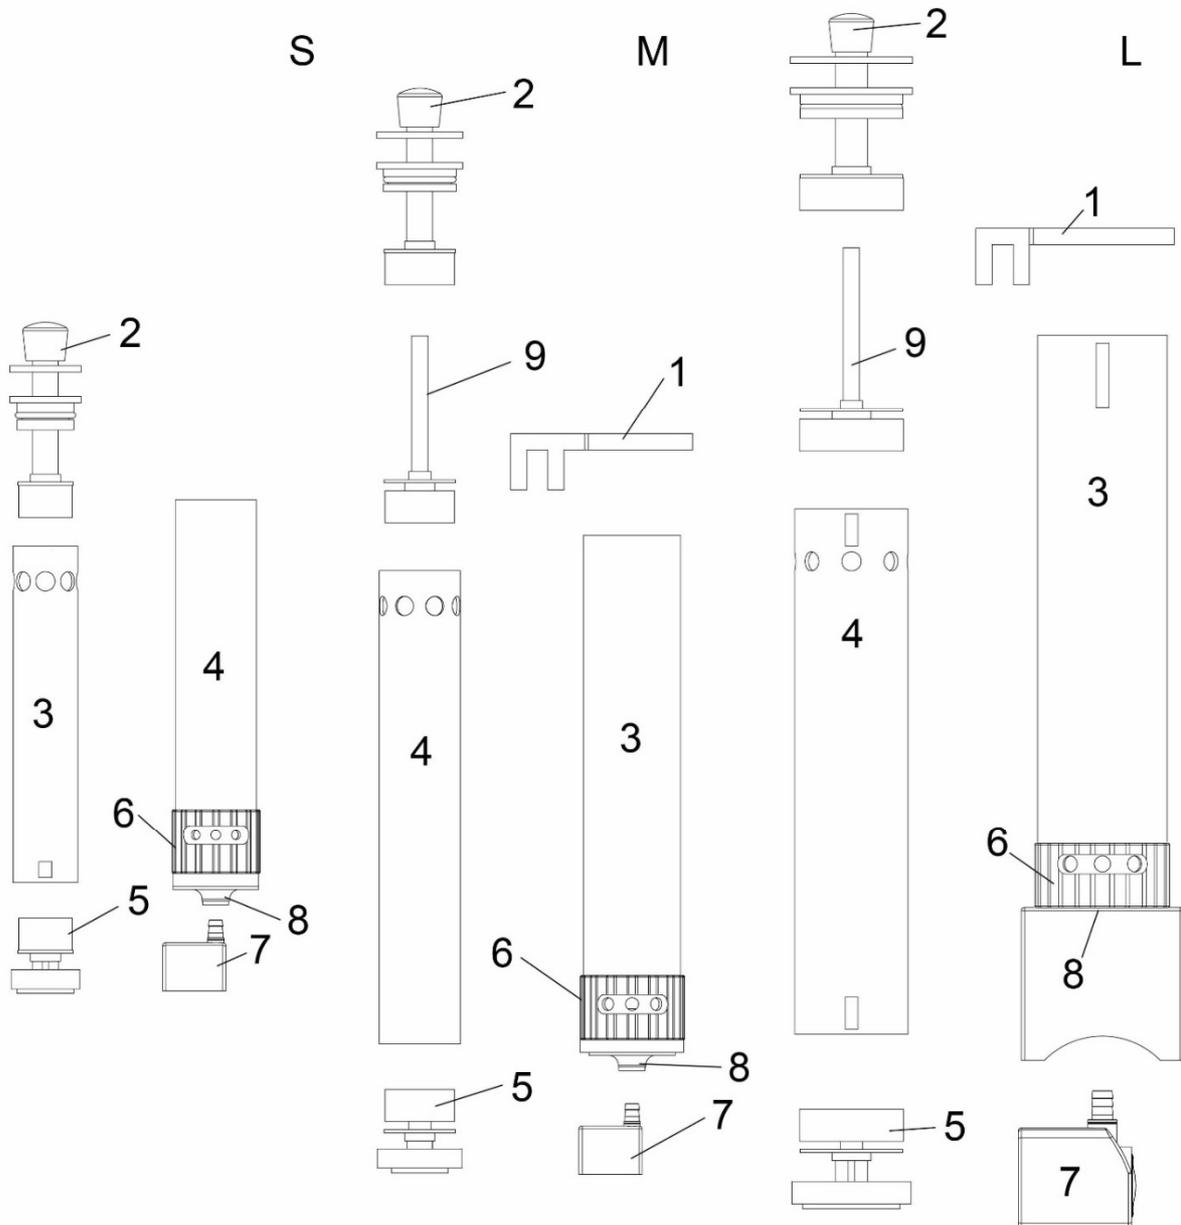

Fig. 2: 1. Holding unit 2. Top cap 3. Outer tube 4. Inner tube 5. Bottom cap 6. Water level control 7. Pump 8. Rubber sealing 9. Divider (only for L and M).
Wasserstandsregulierung (Abb. 2, Nr. 6) kann das Wasser im Reaktor angestaut werden, was das Plätschern minimiert.
Abb. 2: 1. Halter 2. Oberer Verschluss 3. Außenrohr 4. Innenrohr 5. Unterer Verschluss 6. Wasserstandsregulierung 7. Pumpe 8. Gummidichtung 9. Divider (nur L und M).
noises can occur. By turning the new water level control (Fig. 2, No. 6), the water in the reactor can be accumulated which minimizes splashing noises.
Les **multi réacteurs S, M et L GEN II** ont été conçus pour être utilisés dans les bacs de filtration ou les aquariums. Le multi réacteur est fixé sur une vitre verticale à l'aide du support. La pompe doit être immergée et ne doit pas aspirer d'air. Le reste de l'appareil ne peut être immergé que jusqu'à l'écoulement supérieur (6). La profondeur d'immersion est réglable, en desserrant la vis de fixation et en décalant l'ensemble de l'appareil dans le support. Si le réacteur ne peut être immergé profondément dans l'eau à cause d'un niveau d'eau trop faible, des bruits d'éclaboussure peuvent se produire. Grâce au nouveau dispositif de régulation de niveau d'eau (Fig. 2, N° 6) l'eau peut être retenue dans le réacteur ce qui diminue considérablement ces bruits.
Fig. 2 : 1. Support 2. Bouchon supérieur 3. Tube extérieur 4. Tube intérieur 5. Bouchon inférieur 6. Régulation d'eau 7. Pompe 8. Joint en caoutchouc 9. Séparateur (L et M uniquement)
De **multi reactoren S, M en L Gen II** zijn ontworpen voor gebruik in de filter tank of aquarium. Met behulp van de houder is deze te bevestigd op een verticale glasplaat van de multi reactor. De pomp moet onderdompelen zijn in het water en mag geen lucht aanzuigen. De rest van de unit mag maximaal tot aan de top uitlaatopeningen (6) onder gedompeld zijn. De pompdiepte kan worden aangepast met de klenschroef los te maken en het geheel beweegt in de houder. Als de reactor niet ver genoeg in het water teekt t.g.v. laag water niveau, kunnen spetterende geluiden gehoord worden. Door de water niveau regelaar te draaien (fig 2, nr. 6) kann het water niveau geregeld worden en de spettergeluiden geminimaliseerd worden.
Fig. 2: 1. Bevestigingsunit 2. Top cap 3. Buitenste buis 4. Binnenste buis 5. Bodemm cap 6. Water niveau regelaar 7. Pomp 8. Rubber afsluiting 9. Verdeler (alleen voor L en M).
evitar la aspiración de aire. El cuerpo entero puede ser sumergido hasta los puntos de salida de agua (6) en la parte superior de la unidad. La profundidad de inmersión de la unidad se puede ajustar mediante la apertura de la abrazadera de tornillo. Si el reactor no puede ser puesto lo suficientemente profundo en el agua debido a un bajo nivel de agua, pueden producirse salpicaduras y provocar ruido. Girando el nuevo control de nivel de agua (Fig. 2, No. 6), el agua en el reactor puede ser acumulada y minimiza los ruidos de salpicaduras.